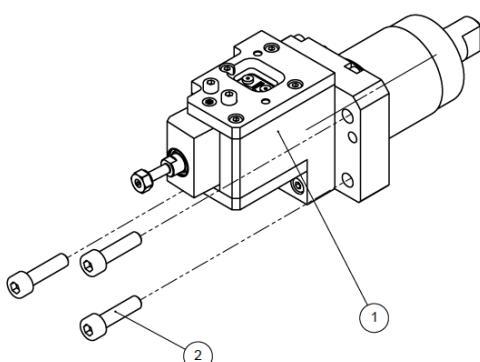
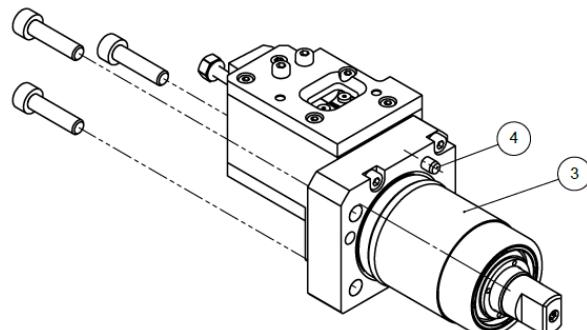
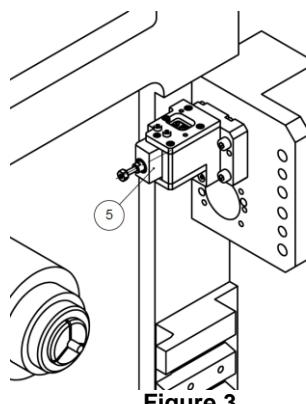
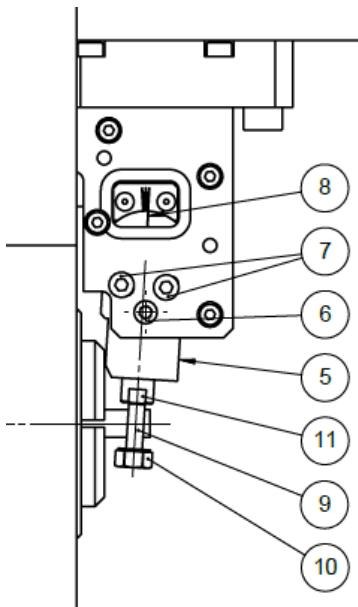

Figure 1
Figure 2
Figure 3
Figure 4
Pour fixer le porte outil (fig.1, pos. 1), centrer la queue (fig. 2, pos. 3) dans la position T11 de la machine (fig. 3). Positionner le porte-outil avec la goupille (fig. 2, pos. 4). Serrer les 3 vis M5 (fig.1, pos. 2).
1. desserrer légèrement les 2 vis (fig. 4, pos.7).
2. Régler l'angle avec la vis de réglage (fig.4, pos. 6). La graduation (fig. 4, pos. 8) permet de connaître la position angulaire de l'arbre de taillage. Pour un réglage plus précis, utiliser la face de référence (fig. 3, pos. 5).
Mettre une ou deux fraises-mères sur l'arbre Ø3.5 mm (fig. 4, pos. 9). Serrer l'écrou (fig.4, pos. 10) en maintenant l'arbre fixe avec les plats prévus à cet effet (fig. 4, pos. 11).